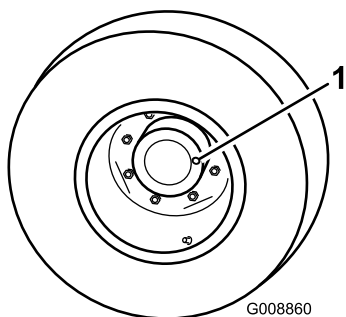

Figure 13
- Garez la machine sur une surface plane et horizontale, tournez la roue de manière que le bouchon de contrôle/vidange (Figure 13) se trouve à la position 3 heures ou 9 heures.